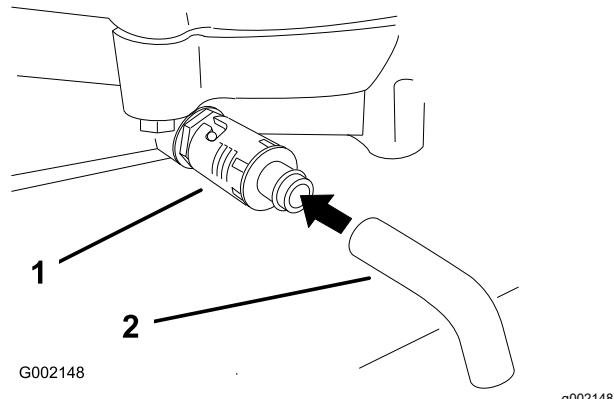

Figure 25
4. Placez un bac sous la vidange. Tournez le robinet de vidange pour permettre à l'huile de s'écouler (Figure 25).